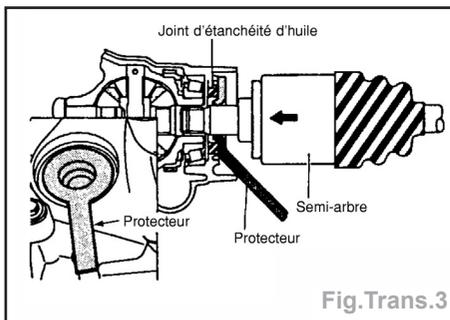

Fig. Trans.3
**Important** : afin de prévenir tout dommage sur le joint d'huile latéral de différentiel, placer d'abord un protecteur (KV38107900) sur le joint d'huile avant d'insérer le semi-arbre (fig. Trans.3).